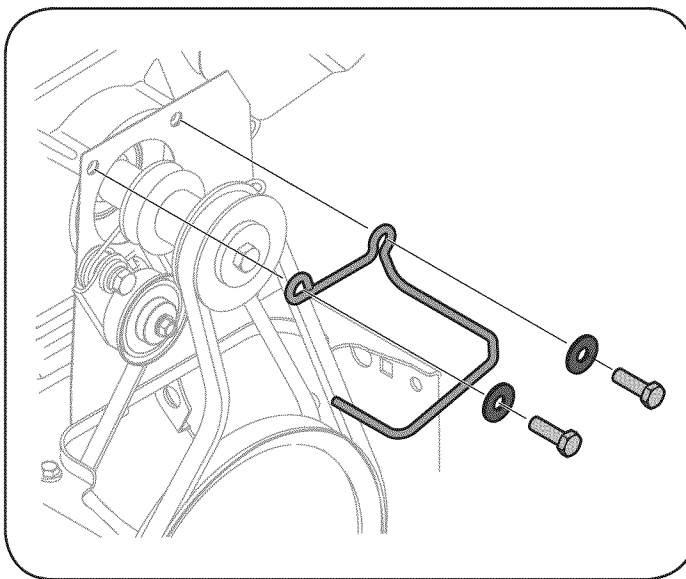

Figura 29
3. Afloje y retire los dos tornillos y arandelas planas que aseguran la guía de la correa. Vea la Figura 29. Retire la guía de la correa.